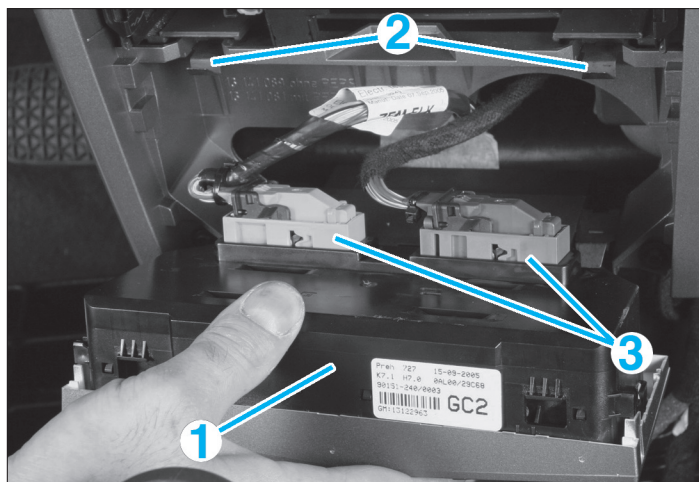

FIG. 9
- Dégager le tableau de commande de la climatisation (1) de ses deux clips (2) (fig. 9).
- Débrancher les deux connecteurs (3).
- Déposer le tableau de commande de climatisation (1).